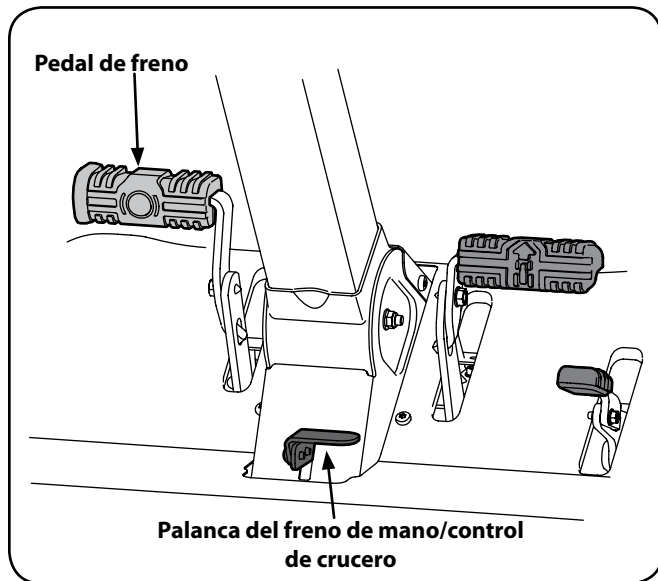

Figura 12
2. Ponga el freno de mano oprimiendo hacia adelante el pedal de freno (○), luego oprima la palanca de control de cruceo/freno de mano y posteriormente suelte el pedal del freno (○). Consulte la Figura 12.
3. Verifique que el interruptor de la toma de fuerza (PTO) se encuentre en posición desactivada (abajo). Consulte la Figura 12.